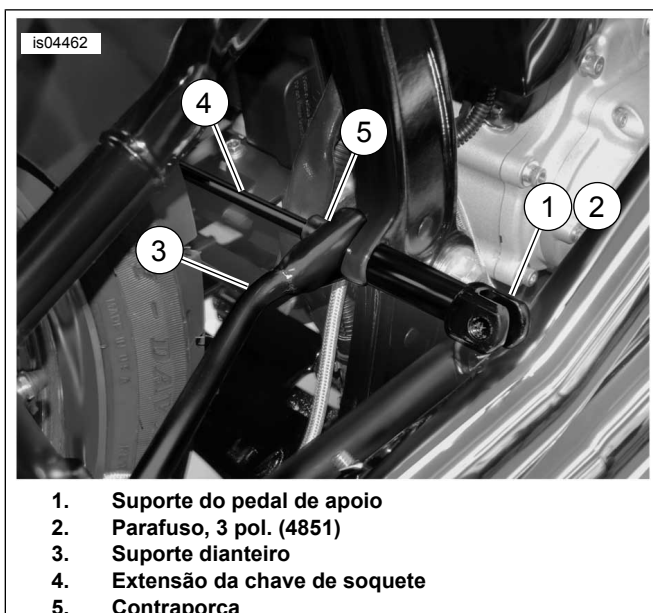
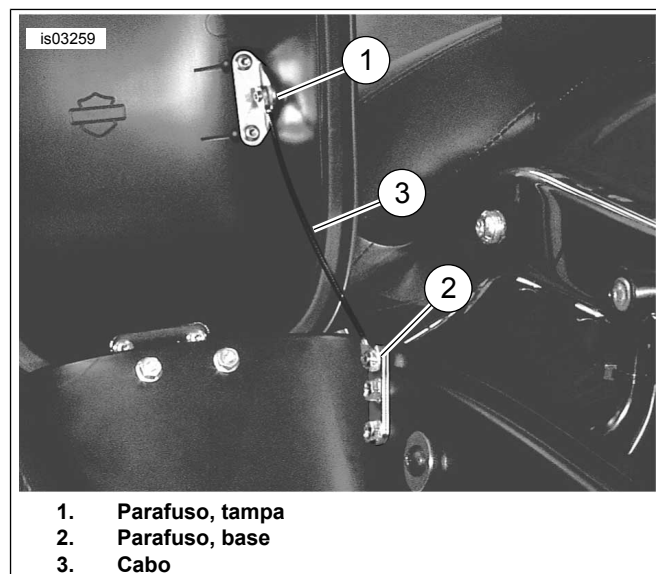
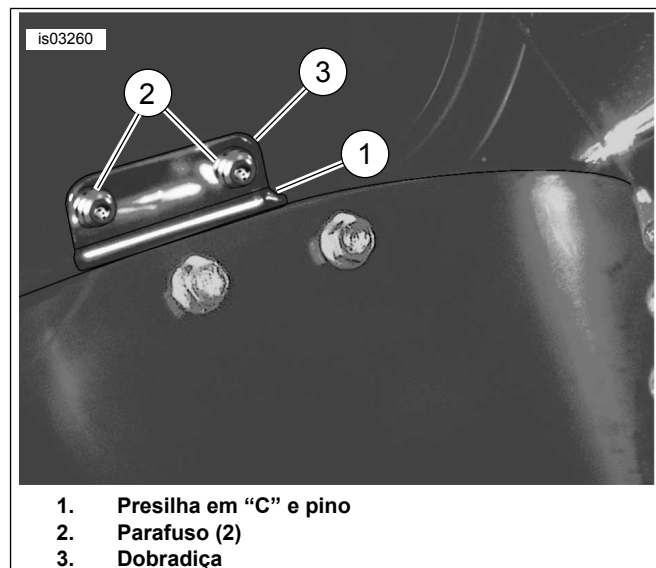
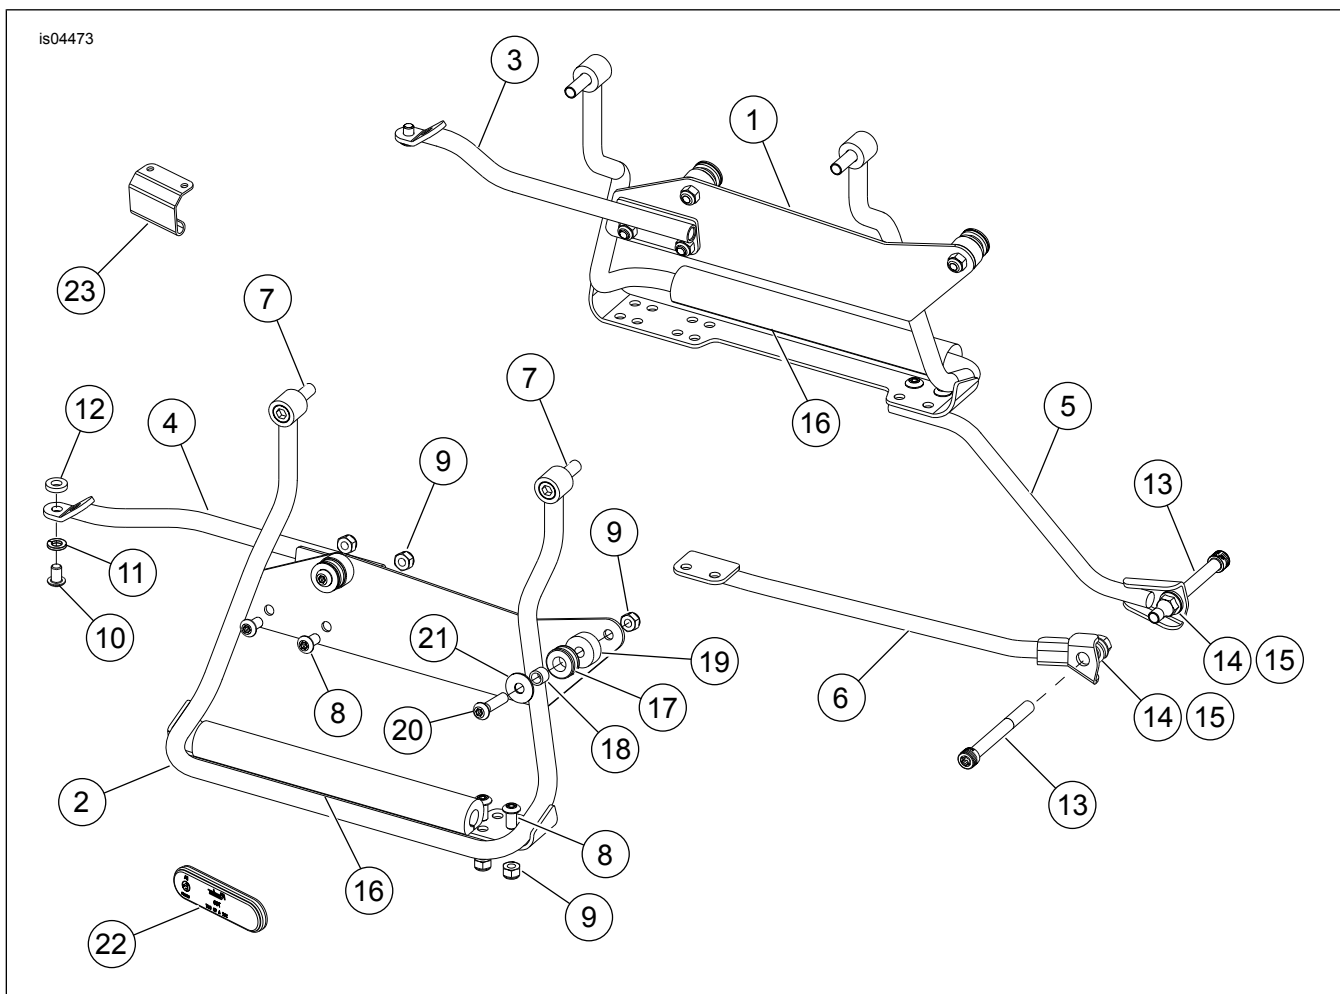

Figura 11. Instalação do suporte dianteiro e do suporte do pedal de apoio (mostrado lado direito)
Figura 17. Remoção do cabo
Figura 18. Remoção da dobradiça
Figura 19. Peças de reposição: kit de suporte do alforje (peça N.o 90227-06A) e kit de ferragens (peça N.o 90052-03A)
1. Veja a Figura 11. Alinhe o suporte do pedal de apoio (1) com o furo no quadro.
2. Coloque o parafuso (2) através do suporte do pedal de apoio e quadro. As roscas deverão ficar expostas aproximadamente 13 mm (1/2 pol.) do lado interno do quadro.
3. Instale o suporte dianteiro (3) no parafuso.
4. Instale a arruela com ressalto (veja a Figura 19, item 14) com o ressalto orientado na direção do suporte.
5. Usando a extensão da chave de soquete (4), instale a porca (5) no parafuso e aperte com os dedos.
1. Veja a Figura 19. Instale dois parafusos (8) através dos ganchos de suporte do alforje (1, 2) e por dentro do suporte dianteiro (5, 6). Fixe com porcas (9). Aperte as porcas com torque de 13,1 N·m (10 lb·pé).
2. Aperte as porcas (15) no suporte dianteiro (3) com torque de 34 a 41 N·m (25 a 30 lb·pé).
3. Instale o isolador de borracha (16) sobre os ganchos do suporte do alforje (1, 2) com o lado “liso” voltado para baixo.
4. Veja a Figura 19. Instale o parafuso (20) e a arruela (21) do alforje lateral, por dentro do espaçador (19). Depois instale a porca (9) apertando com os dedos.
1. Veja a Figura 17. Remova os parafusos (1, 2) que prendem o cabo à tampa e à base do alforje.
2. Remova o cabo (3) do alforje.
3. Veja a Figura 18. Remova e guarde a presilha em “C” e o pino (1) da dobradiça. Separe a tampa do alforje do corpo.
4. Remova e guarde dois parafusos (2) que prendem a dobradiça na tampa do alforje.
5. Deslize a dobradiça (3) para fora por baixo do vedador de borracha.
- Veja a Figura 19. Deslize a dobradiça (23) por baixo do vedador de borracha e fixe a metade da dobradiça na tampa do alforje usando os parafusos ( Figura 18, item 2) removidos anteriormente. Aperte os parafusos com firmeza.
- Veja a Figura 18. Instale o pino na dobradiça e fixe com a presilha em "C".